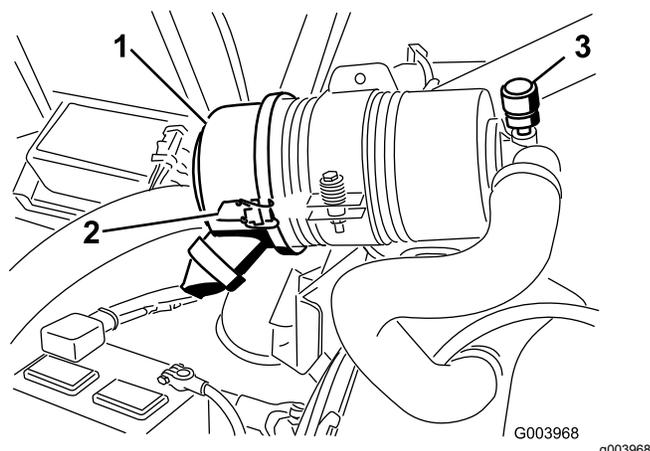

图46
仅在维护指示器 **图46** 要求时维护空气滤清器滤芯。在必须更换之前更换空气滤清器只会增加灰尘在滤清器拆下时进入发动机的几率。
1. 松开将空气滤清器盖固定到空气滤清器壳体上的搭扣 **图46**。